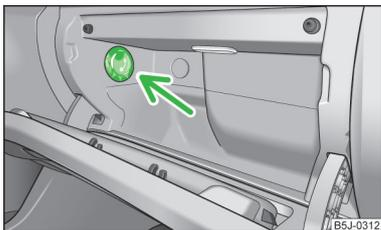

Fig. 63
► La entrada de aire se abre o se cierra con el conmutador giratorio » fig. 63.